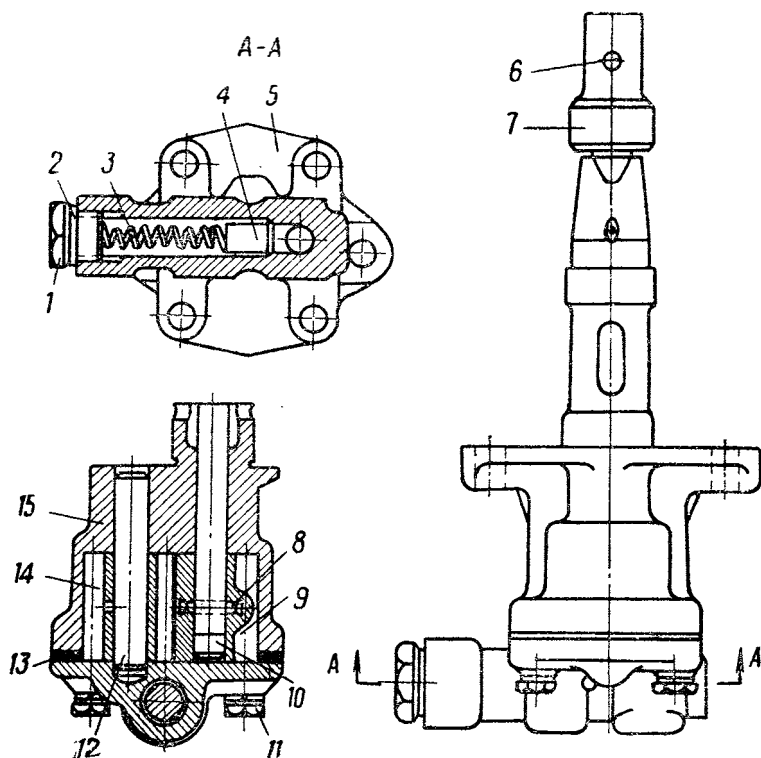

Рис. 52. Масляный насос:
1. Выбить штифт 6 (рис. 52) из отверстий вала 10 и шестерни 7.
1. Установить в отверстие крышки 5 (рис. 52) плунжер 4 клапана и пружину 3. Надеть на пробку 1 уплотнительную прокладку 2 и ввернуть пробку в крышку насоса (см. технические условия, п. а).